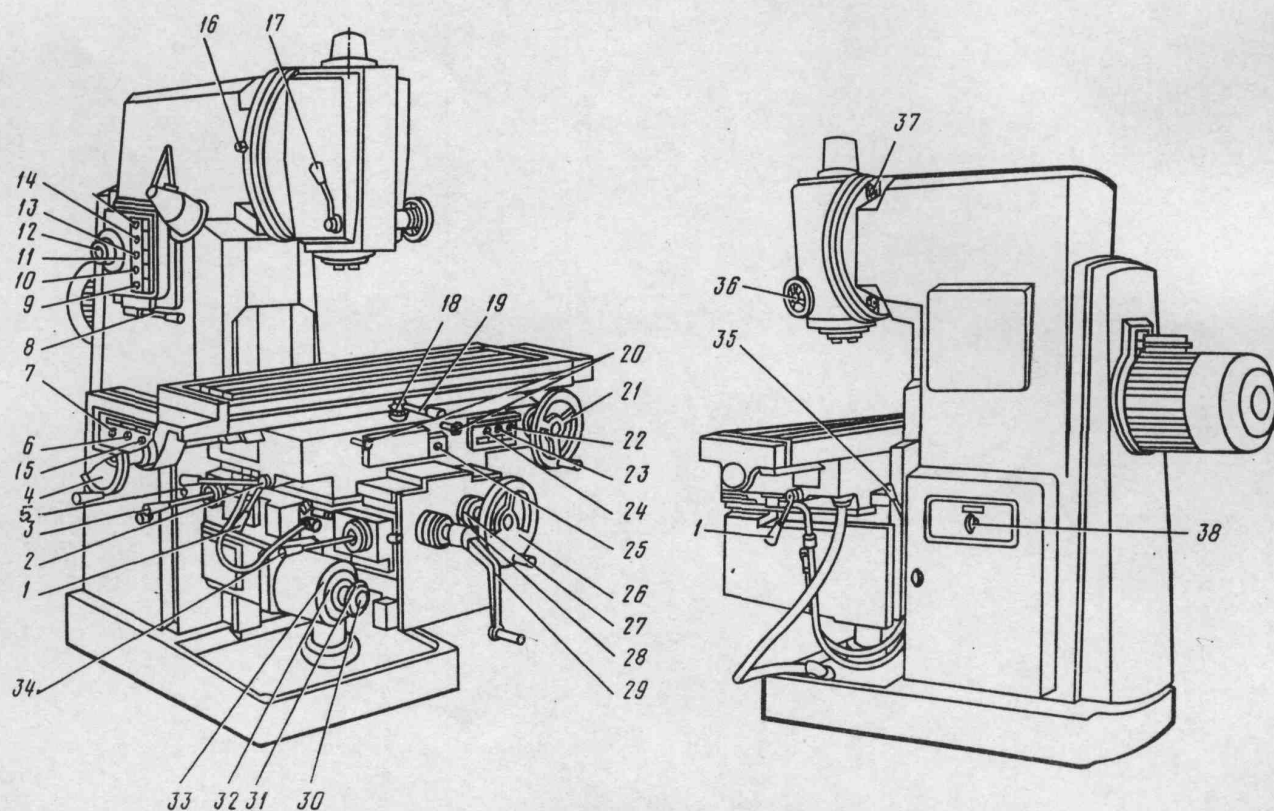

Рис. 2. Размещение органов управления на станке
Номер позиции на рис. 2	Органы управления и их назначение
I.3.1. Общий вид с обозначением органов управления (рис. 2).